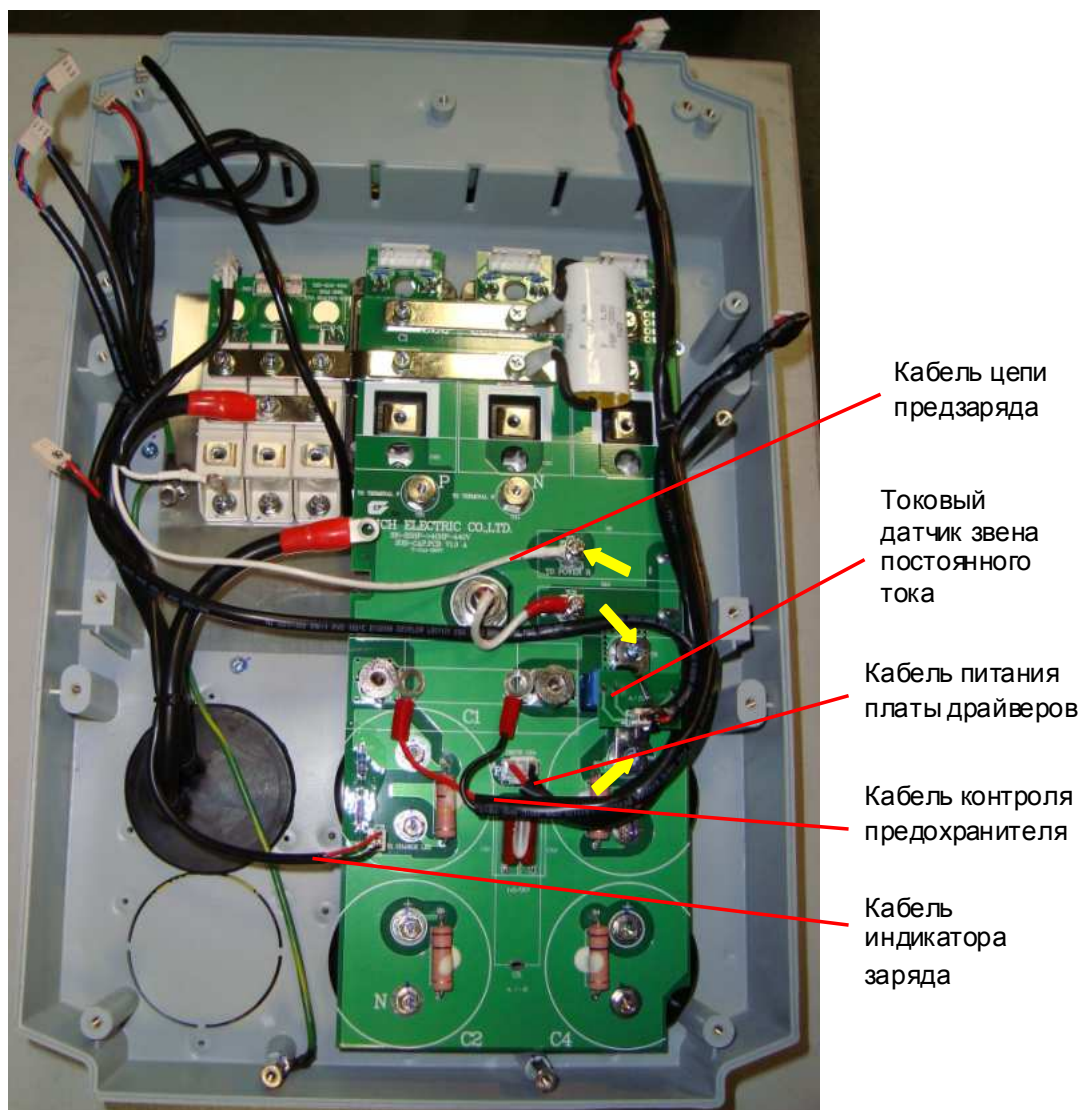

Рис. 6.14
6.10.3. Выкрутить два винта крепления токового датчика звена постоянного тока и винт крепления кабеля цепи предзаряда (рис. 6.14, желтые стрелки).